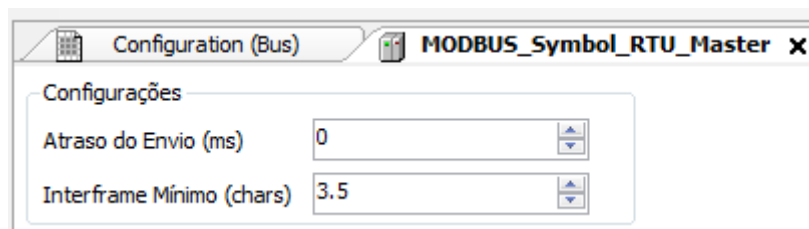

Figura 54: Tela de Configuração Parâmetros Gerais MODBUS RTU Mestre
- Configurar os parâmetros gerais do protocolo MODBUS Mestre, como: tempos de atraso de envio e interframe mínimo como na Figura 54.